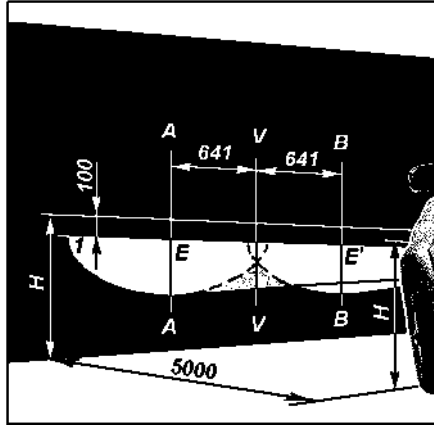

Рис. 9.31. Разметка экрана для регулировки противотуманных фар:
**Противотуманные фары.** Регулировка противотуманных фар осуществляется винтом 1 ( рис. 9.30) при помощи ключа S=5 или Тогх Т20. Установите фару в положение, при котором светотеневая граница совпадает с линией 1 (рис. 9.31).